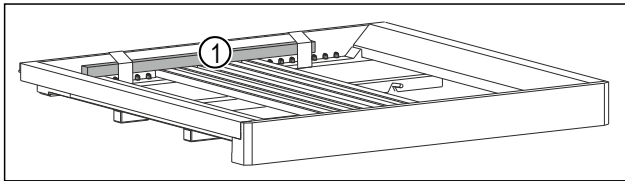

Fig. 3 *
- Holzstab Fig. 3 (1) entfernen.*